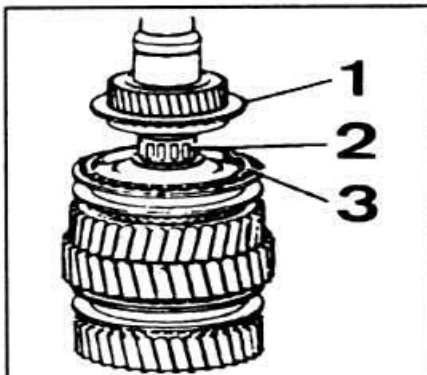

Рис. 5-13. Отсоединение первичного вала от вторичного:
- Отсоединить первичный вал от вторичного, снять блокирующее кольцо синхронизатора V передачи и игольчатый подшипник (рис. 5-13).